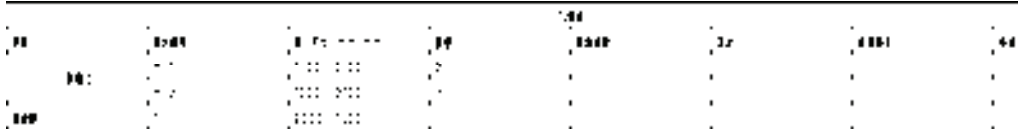

图 8-60 生成天正表格
3) 点取表格的插入点，读入 Excel 的结果如图 8-60 所示。